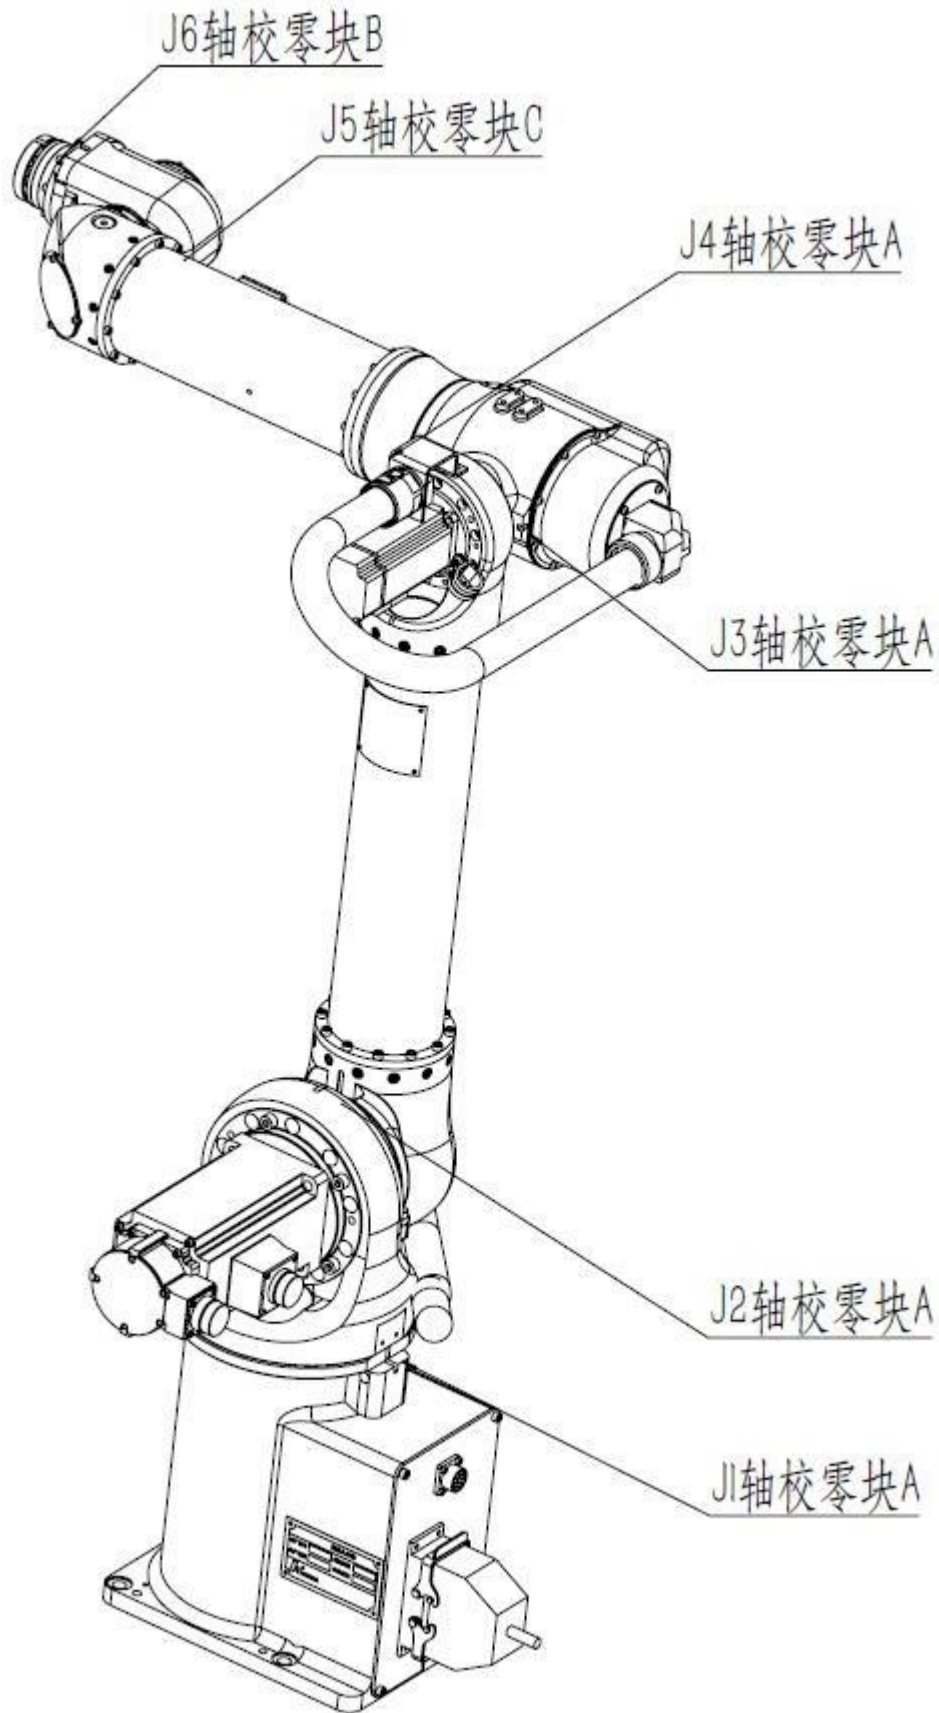

图 3.3 校零图
*1 各轴同步带对位置见图 3.3
机器人在出厂前，已经做好机械零点校对，当机器人因故障丢失零点位置，需要对机器人重新进行机械零点的校对。HSR-BR610-1300机器人标准品零点校对参照图3.3。